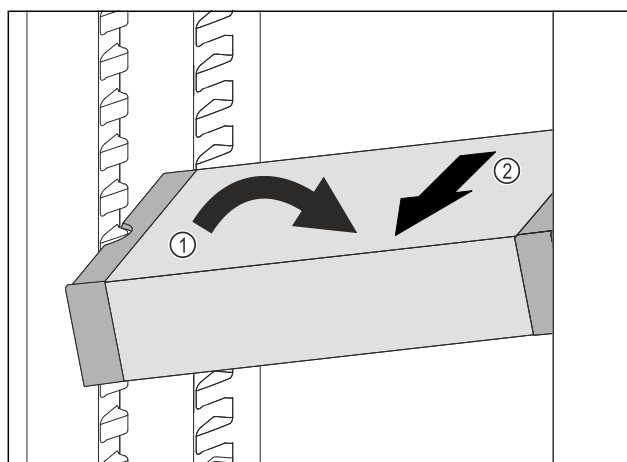

Fig. 177
- Ställ VarioSafe snett i kyldelen. Fig. 177 (1)
- Dra VarioSafe framåt för att ta ut den. Fig. 177 (2)